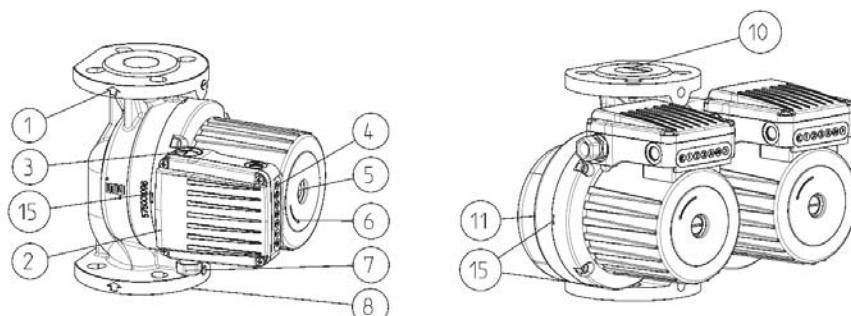
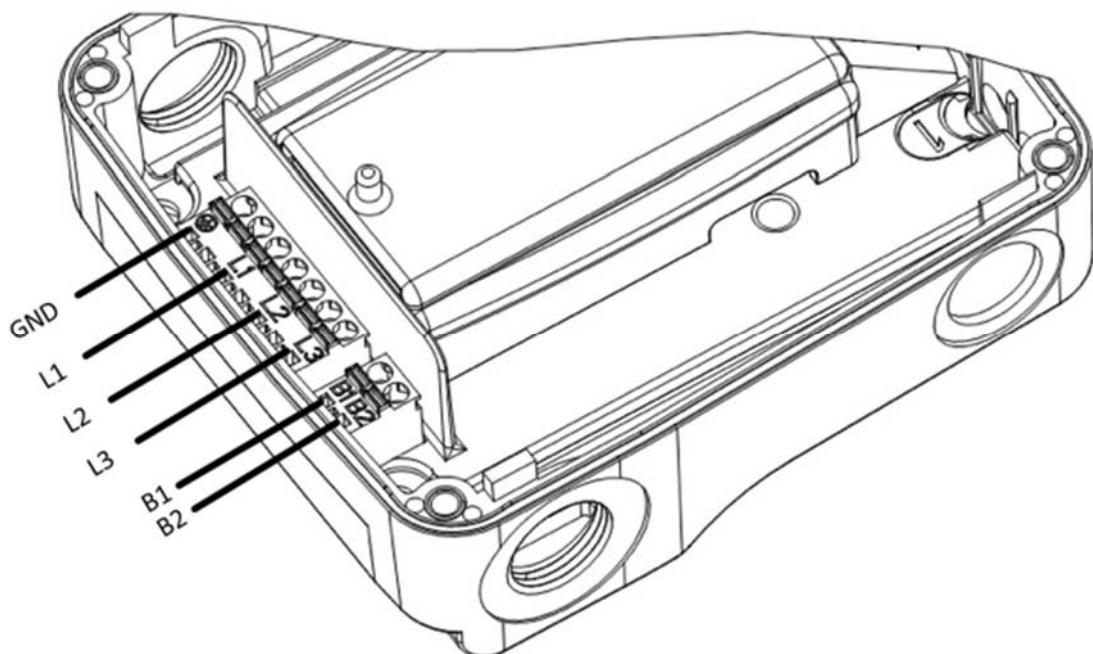

Abbildung 1: AG3 (Z)
Abbildung 3: Elektroschema.
- Am Berührungsrand zwischen dem Elektromotor und dem Hydraulikgehäuse befinden sich Kondensöffnungen zum Ableiten des Kondenswassers. Diese dürfen nicht blockiert werden (sie dürfen nicht thermisch isoliert werden), weil sonst die Motorkühlung und die Kondenswasserableitung beeinflusst werden können (Abbildung 1 – Position 15).
Den Einspeiseleiter muss man über die Einführung M20 anschließen (Abbildung 1 - Position 7)
Der Anschluss der Pumpe muss nach dem Schaltplan erfolgen (Abbildung 3), welcher an der Unterseite des Schaltschranks abgebildet ist. Davor muss erst der obere Deckel abschraubt werden (Abbildung 1 - Position 2). Gemäß der IEC 60446 Normen müssen die Leiter für die richtige Pumpendrehrichtung folgendermaßen sein:
Jede Pumpe kann Bereiche von drei hydraulischen Charakteristiken abdecken. Um das zu erreichen, hat sie einen eingebauten Elektromotor mit verschiedenen Drehzahlen. Um zwischen den verschiedenen Geschwindigkeiten zu wählen ist es erforderlich, den oberen Deckel abzuschrauben (Abbildung 1 - Position 2). Um die gewünschte Charakteristik bzw. Geschwindigkeit zu erreichen ①②③ hat die Pumpe einen eingebauten Kippschalter, der sich im Innenraum des elektronischen Schaltschranks befindet, mit welchen man die zwischen den verschiedenen Geschwindigkeiten umschalten kann. Nach dem Wechsel der Geschwindigkeit ist es notwendig den Deckel des elektronischen Schaltschranks wieder anzuschrauben.
Die Pumpen sind so ausgelegt, dass sie unter normalen Bedingungen jahrelang ohne Wartungen in Betrieb bleiben können. Im Falle von längeren Betriebsunterbrechungen kann es zum Blockieren der Pumpe kommen. Man deblockiert sie folgendermaßen: Schalten Sie die Pumpe aus und schließen Sie alle Ventile an der Druck- und Ansaugseite. Schrauben Sie die Entlüftungsschraube ab (Abbildung 1 - Position 5) und stecken Sie einen Schraubenzieher in den Schlitz auf der Welle. Drehen Sie sie solange bis kein Widerstand mehr fühlbar ist. Danach schrauben Sie die Entlüftungsschraube wieder an. Das Gerät ist nicht geeignet für den Betrieb durch Personen (einschließlich Kinder) mit verminderten physischen, Sinnes- und Mentalfähigkeiten, oder mit mangelnden Kenntnissen und Wissen, außer unter Aufsicht von, für ihre Sicherheit, bevollmächtigten Personen. Um Spielen mit dem Gerät zu vermeiden, müssen Kinder unter Aufsicht sein.